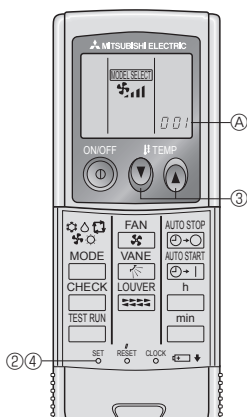

Fig. 6-3
2) Programmation (Fig. 6-3)
- ① Introduire les piles.
- ② Appuyer sur le bouton SET à l'aide d'un objet pointu. **MODEL SELECT** clignote et le numéro du modèle est allumé.
- ③ Appuyer sur le bouton temp (②) (④) pour programmer le numéro du modèle. Si l'opération est erronée, appuyer sur la touche ON/OFF (⑤) et recommencer à partir du point ②.
- ④ Appuyer sur le bouton SET à l'aide d'un objet pointu. **MODEL SELECT** et le numéro du modèle s'allument pendant trois secondes puis s'éteignent.